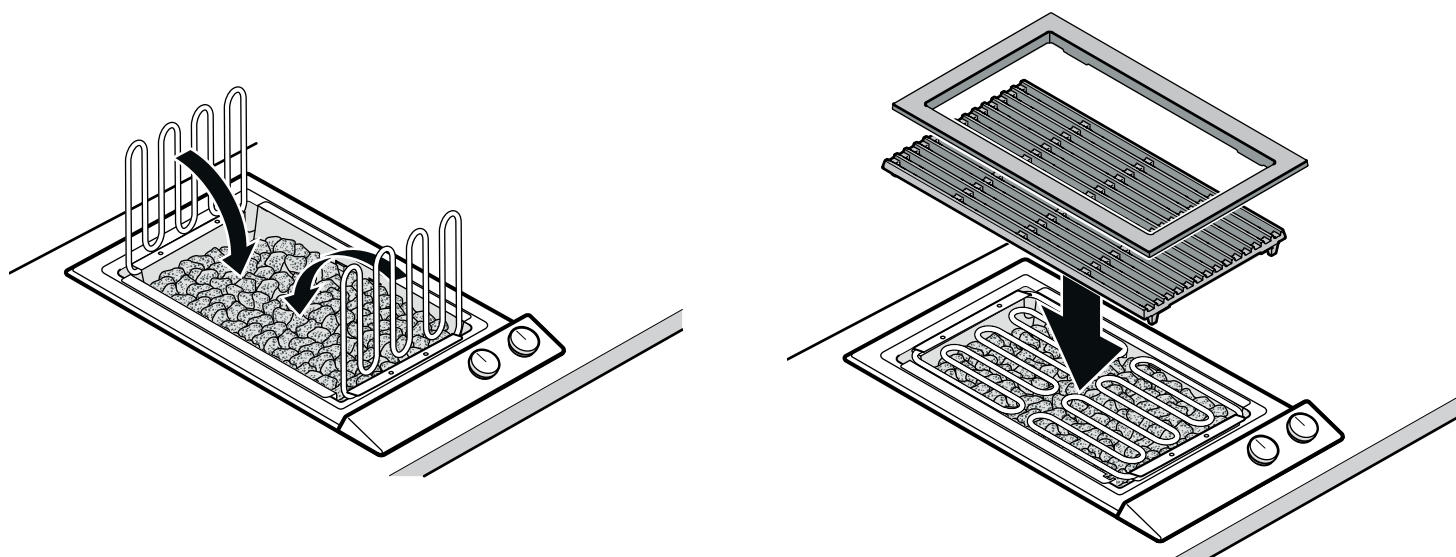

図5
4. ヒーターを倒し、鋳鉄製グリッドをグリルの上に置きます。(図5)